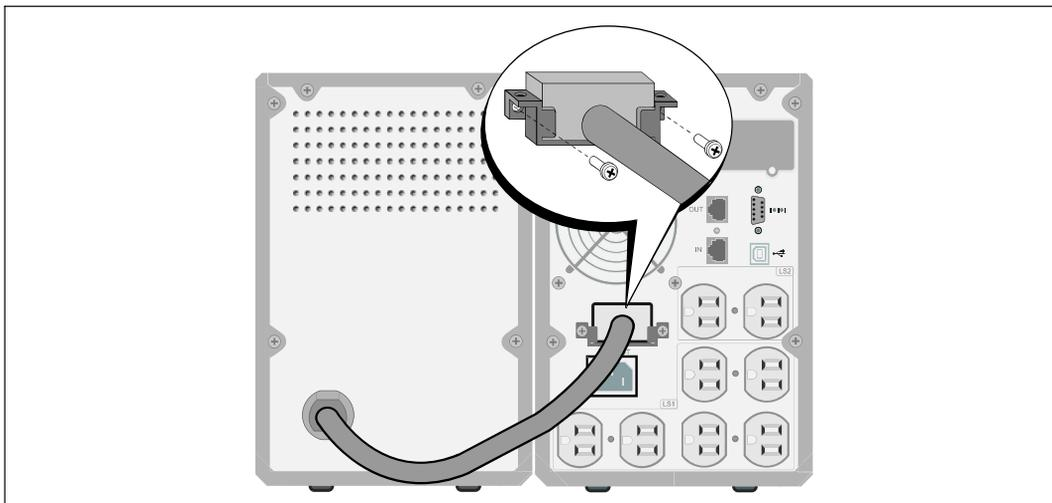

Рис. 15. МВБ Установка только для моделей ИБП "Башня" 1000 Вт и 1920/1500 Вт
- 3 Подсоедините кабель МВБ к разъему батарей ИБП (см. Рис. 15).